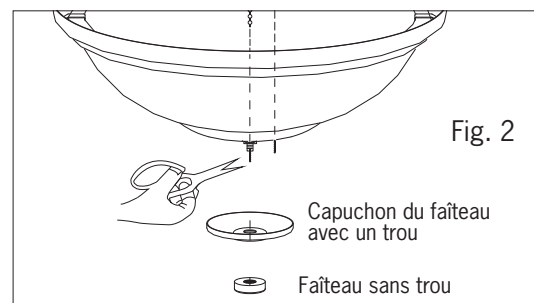

Fig. 2
**Lorsque vous utilisez la télécommande du ventilateur ou le contrôleur mural**, assurez-vous que l'éclairage soit en fonction en tirant sur la chaînette et que le ventilateur soit à vitesse élevée, puis coupez la chaînette. Coupez les chaînettes d'environ 2,5 cm (1 po) du bas du tuyau ou verre fileté afin qu'elles s'ajustent dans le capuchon du faîteau avec un trou et au faîteau sans trou. Installez le capuchon du faîteau et le faîteau au montage. (Fig.2)